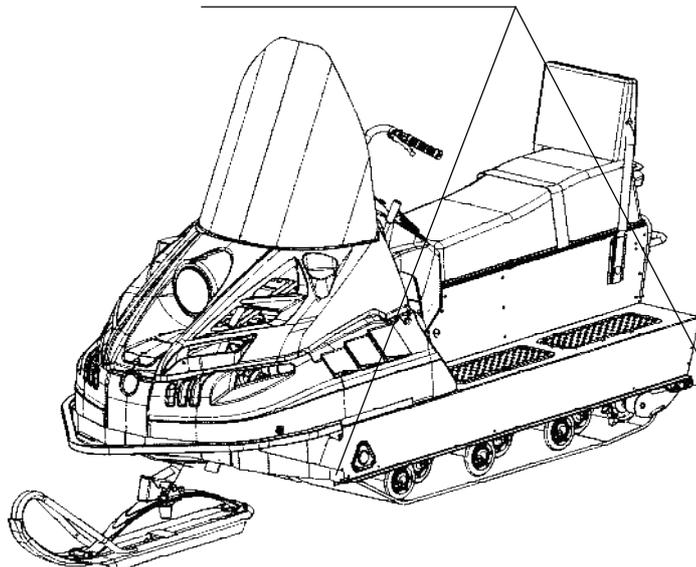

Рисунок 11 – Схема стрповки снегоходов БУРАН 4Т
- снегоходы БУРАН 4Т – за нижние передние уголки рамы и заднюю окантовку рамы (рисунок 11);